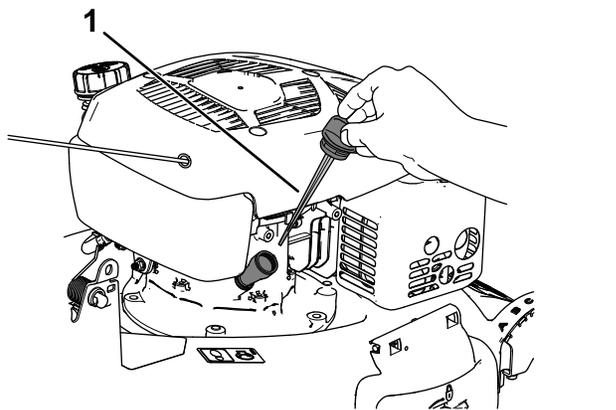

Figure 32
3. Tournez le bouchon dans le sens antihoraire et sortez la jauge (Figure 32).
- Inclinez la machine sur le côté (filtre à air en haut) pour vidanger l'huile usagée par le tube de remplissage (Figure 32).